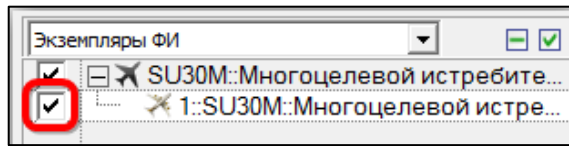

Рис. 10-271 – Выбор экземпляров ВС
8) Для выбора ВС выбрать режим отображения в левой части окна «Прогнозирование потребности в запчастях» (рис. 10-271):